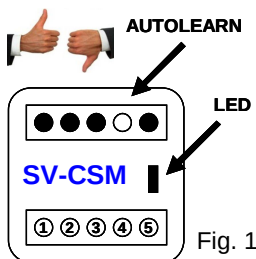

Fig. 1
1) Alimenta la centrale; pigia una volta il tasto **AUTOLEARN** (indicato dalla freccia: fig. 1). Il led rimane acceso, entro 10 secondi (invia il codice radio) pigia il tasto **STOP** del radiocomando **SV-BF1/3/6** e il motore effettua un movimento avanti/indietro; il led si spegne, indicando l'avvenuta memorizzazione.
**1°** direttamente dalla centrale, pigia una volta il tasto **AUTOLEARN** (indicato dalla freccia: fig. 1). Il led rimane acceso, entro 10 secondi (invia il codice radio) pigia il tasto **STOP** del radiocomando **SV-BF1/3/6** e il motore effettua un movimento avanti/indietro. **2° modo** a distanza; entro 2 minuti dalla connessione alla rete elettrica 220 V. tieni pigiato il tasto **STOP** di un radiocomando già memorizzato, fino al movimento avanti/indietro del motore; entro 10 secondi pigia il tasto **STOP** del radiocomando **SV-BF1/3/6** successivo da memorizzare fino ad un massimo di 20 **SV-BF1/3/6**. Il motore effettua un movimento avanti/indietro; il led che si spegne indica l'avvenuta memorizzazione.
Puoi scegliere 2 modi: **1°** direttamente dalla centrale, pigia una volta il tasto **AUTOLEARN** (indicato dalla freccia: fig. 1). Il led rimane acceso, entro 10 secondi (invia il codice radio) pigia il tasto **SALITA** del radiocomando **SV-BF1/3/6**, la lampada o dispositivo collegato effettua un accensione/spegnimento; il led si spegne, indicando l'avvenuta memorizzazione in ON per il tempo di 6 ore. **2° modo**, a distanza; entro 2 minuti dalla connessione alla rete elettrica 220 V. tieni pigiato il tasto **STOP** di un radiocomando già memorizzato, fino all'accensione/spegnimento della lampada o dispositivo; entro 10 secondi pigia il tasto **SALITA** del radiocomando **SV-BF1/3/6** successivo da memorizzare fino ad un massimo di 20 **SV-BF1/3/6**. fino all'accensione/spegnimento della lampada o dispositivo; il led che si spegne indica l'avvenuta memorizzazione.
#### COLLEGAMENTI ELETTRICI (fig. 1)